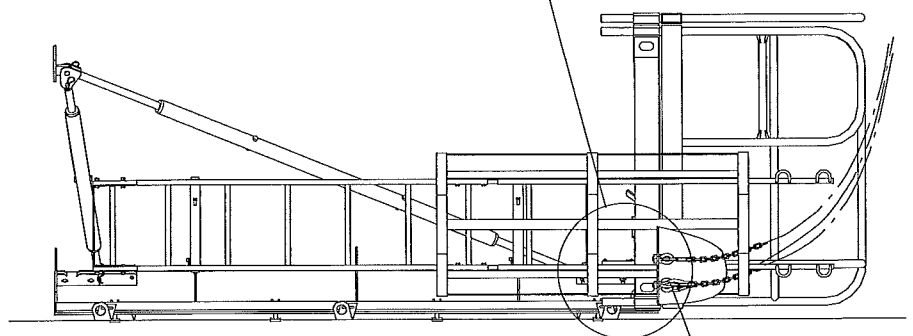

Fig.21
1. Agganciare la braca a tre funi agli anelli con bullone 6 (fig. 21).